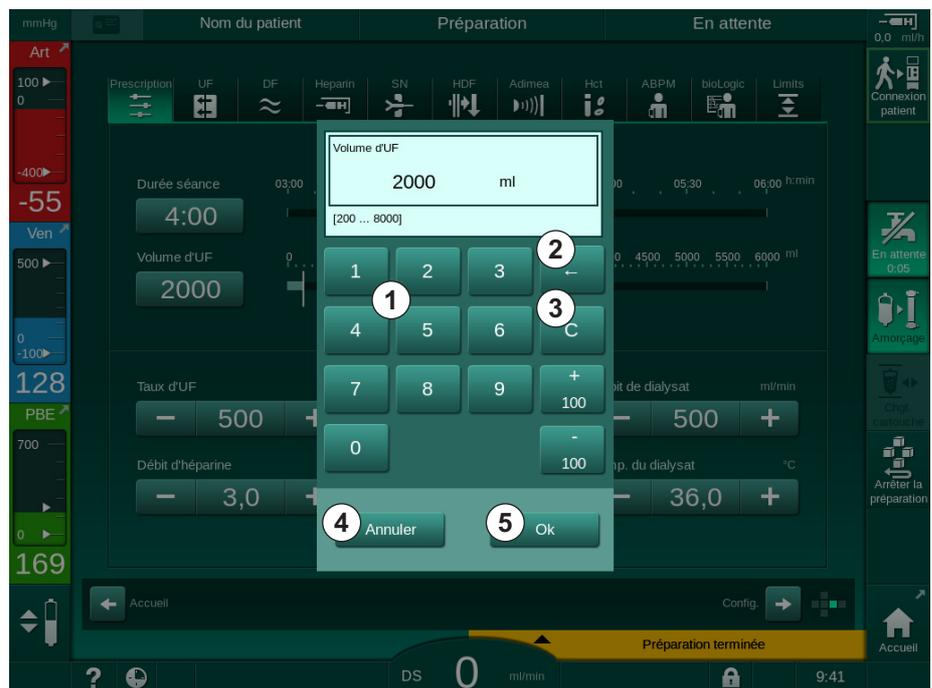

Fig. 3-19 Modification de paramètres
2. Toucher l'icône relative au groupe de paramètres à modifier (exemple dans Fig. 3-19 : données de prescription).
3. Toucher la valeur à modifier (exemple dans Fig. 3-19 : 2000 ml).
Les étapes autorisées sont sélectionnées et indiquées sur le bouton (dans Fig. 3-19 : -100 ml).
Les étapes autorisées sont sélectionnées et indiquées sur le bouton (dans Fig. 3-19 : +100 ml).
L'intervalle de réglage permis est spécifié entre crochets en dessous de la valeur numérique (dans Fig. 3-19 : [100 ... 10000]).